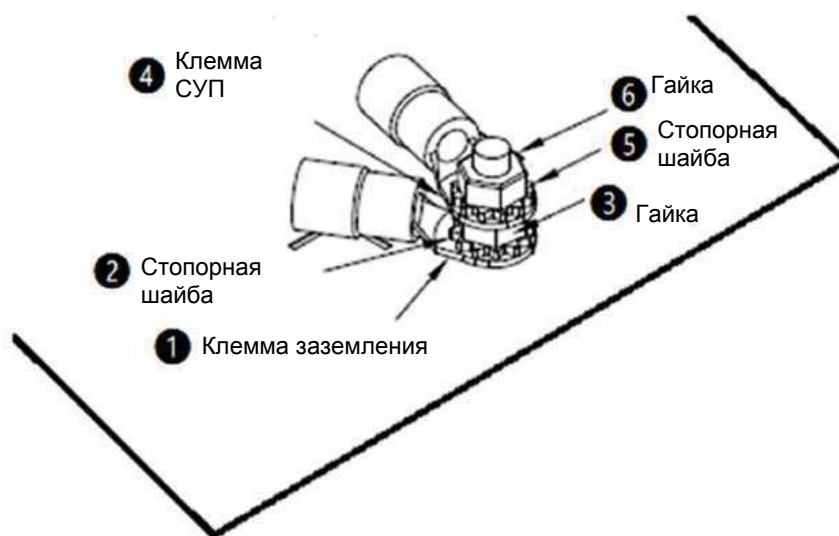

Рис. 6-8. Клемма заземления (\oplus) БРП. Способ подключения клеммы заземления и клеммы СУП
Подробную информацию о подключении к клемме заземления ИБП (\oplus) см. в **руководстве пользователя** ИБП. ИБП заземляется так же, как и БРП. Для справки также можно посмотреть **рис. 6-8**.
| 4 |  | Одна клемма заземления. | <ol style="list-style-type: none"> Для заземления БРП: подключается к заземлению основного источника переменного тока и к заземлению байпасного источника*2. Для системы уравнивания потенциалов: подключается к заземлению нагрузки. При выполнении заземления см. нижеприведенные шаги и рис. 6-8. |
*1 Для конфигураций со входом от двух источников основной источник переменного тока и байпасный источник должны использовать одну и ту же нейтраль (N).
Для заземления БРП при подключении к его клемме заземления (\oplus) выполните следующие действия и шаги с ① по ⑥*1, показанные на *рис. 6-8*.
*1 Детали ①–⑥, изображенные на *рис. 6-8*, не входят в комплект поставки БРП.